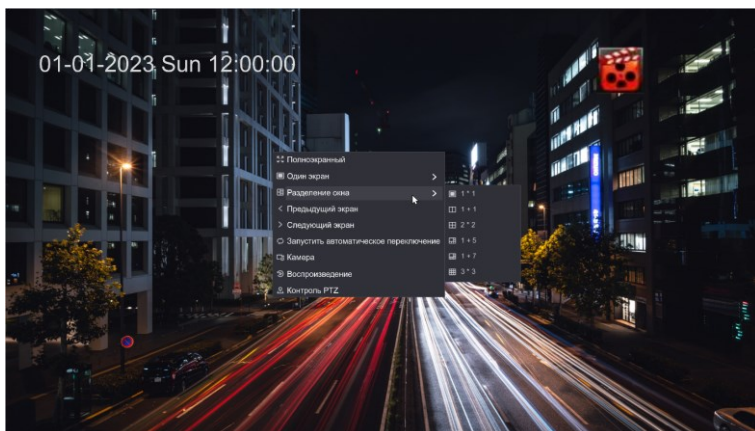

Рисунок 15 – Выбор камеры
7.14 Для возврата к другим вариантам отображения видеопотоков на экране следует сделать клик правой кнопкой мыши в произвольном месте экрана блокировки и в выпадающем меню выбрать третий сверху пункт [Разделение окна]. Далее в открывшемся подменю выбрать название интересующей камеры (рисунок 15).